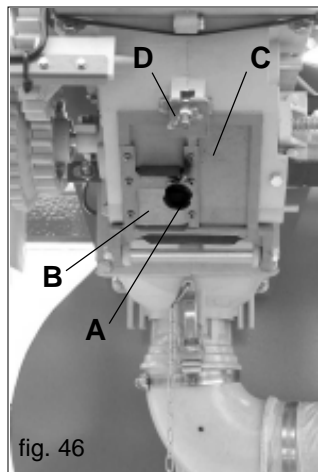

fig. 46
- a) Einen Sack oder einen Behälter unter die Auslassöffnung des Dosiergerätes stellen und dann den Kugelgriff (A, Abb. 46) aufdrehen, um den Trichterinhalt durch die Öffnung (B) abfließen zu lassen. Die Ablassöffnung (C Abb. 46) öffnen, indem die Flügelmutter (D Abb. 46) geöffnet wird, um den Inhalt des Dosierers abzulassen.